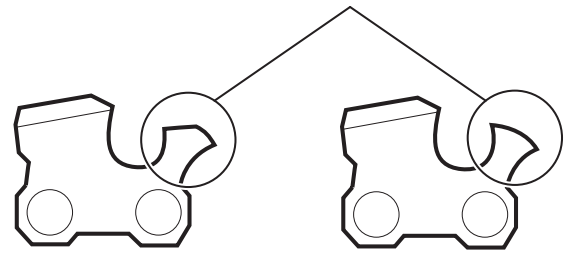

Fig. 40
- Après avoir abaissé la jauge de profondeur, utilisez la lime plate pour restaurer la forme arrondie originale à la jauge de profondeur (Fig. 40). Prenez soin de ne pas endommager les bords tranchants ou les maillons à proximité.